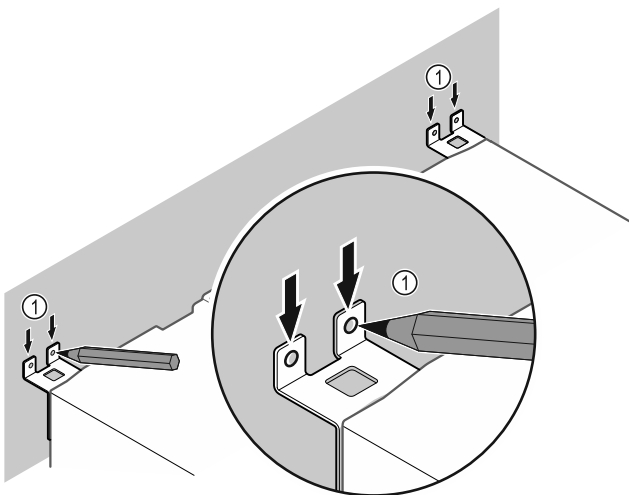

Fig. 50
- ▶ Markierungen an der Wand setzen Fig. 50 (1).